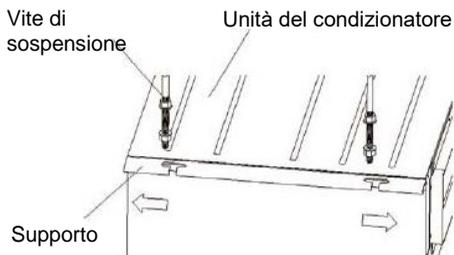

Fig. 4
- 2) Installare l'unità interna sulla vite di sospensione come mostrato in Fig. 4.